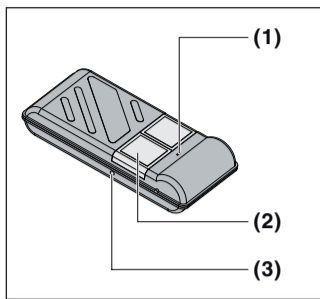
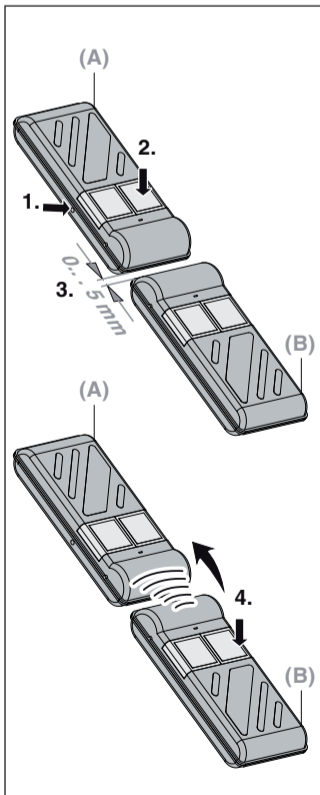

Fig. 1
Fig. 3
4.2 Utiliser l'émetteur (fig. 1)
- ▶ Appuyer sur la touche (2) de l'émetteur. La fonction liée à cette touche (par exemple ouverture/fermeture de la porte) va s'exécuter.
4.3 Copier une fonction de touche (fig.3)
2 Beschrijving van het toestel (fig.1)
4.2 De handzender gebruiken (fig. 1)
- ▶ Toets (2) van de handzender indrukken. De met de toets verbonden functie (bijv. deur open/dicht) wordt uitgevoerd.
- Functie 1:** Toets (1) indrukken
- Functie 2:** Toets (2) indrukken
- Functie 3:** Toets (1) en toets (2) gelijktijdig indrukken
4.3 Een toetsfunctie kopiëren (fig.3)
2 Descripción del aparato (fig. 1)
4.2 Emplear el emisor manual (fig. 1)
- ▶ Presionar el pulsador (2) del emisor manual. La función ligada al pulsador (p. ej., abrir/cerrar puerta) se lleva a cabo.
- Función 1:** Presionar el pulsador (1)
- Función 2:** Presionar el pulsador (2)
- Función 3:** Presionar simultáneamente los pulsadores (1) y (2)
4.3 Copiar una función de pulsador (fig. 3)